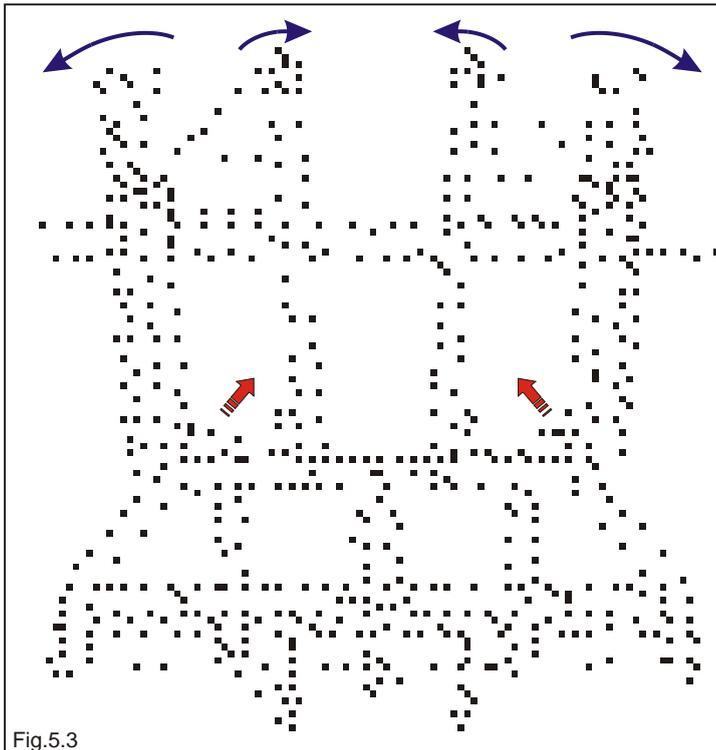

Fig.5.3
- Mit dem Hebel **1** (Abb.3.2) die Arme schließen, damit die mechanische Sicherheitsvorrichtung (Haken) weggeschaltet werden kann (Abb.5.3).